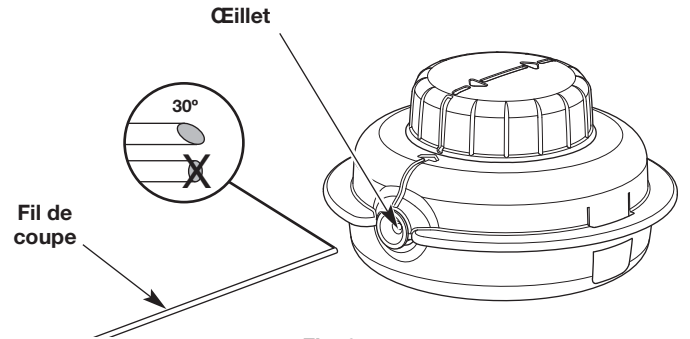

Fig. 2
2. Coupez deux fils de coupe de 3 m (10 pi) chacun. Coupez une extrémité de chaque fil à un angle de 30 degrés (Fig. 2).
4. Insérez un des fils à travers l'œillet de la tête de coupe (Fig. 2). Utilisez l'extrémité coudée pour insérer environ 7,5 cm (3 po) du fil. Répétez ce processus avec l'autre fil et l'œillet.